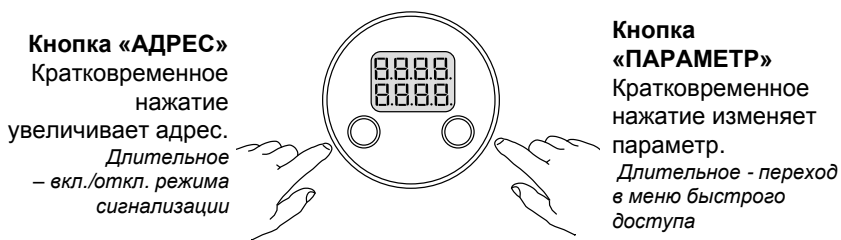

Рисунок 10
3.6.3.2 Управление работой сигнализатора осуществляется кнопками «АДРЕС» и «ПАРАМЕТР» (рисунок 10).